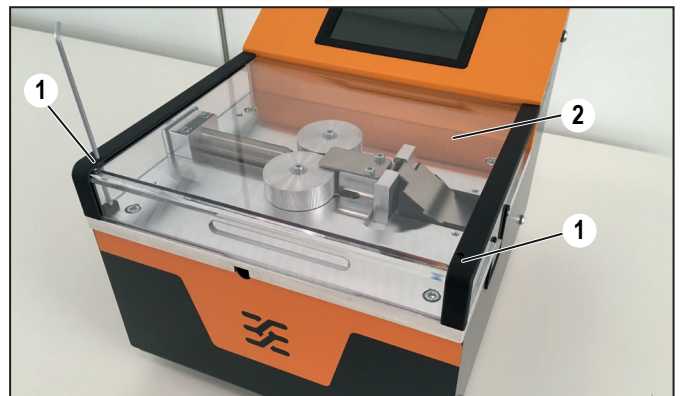

Bild 7.1 Schutzabdeckung entfernen
▶ Lösen Sie die beiden Befestigungsschrauben (Bild 7.1, 1).
▶ Heben Sie die Schutzabdeckung (Bild 7.1, 2) ab und legen Sie sie vorsichtig beiseite.